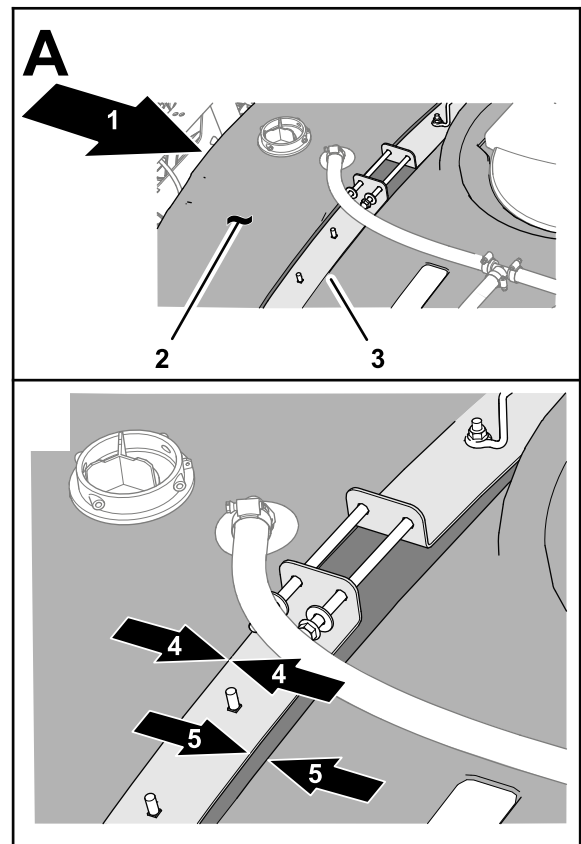

Figure 8
- 2. Avancez la cuve du pulvérisateur jusqu'à ce que les sangles affleurent l'épaulement à l'extrême arrière du relief de la sangle moulé dans la cuve (Figure 8).